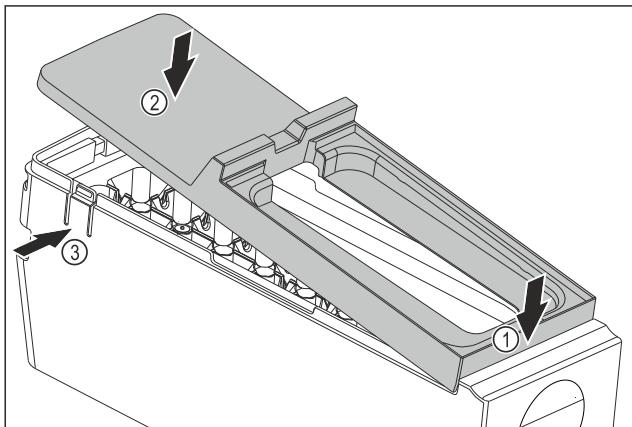

Fig. 109
- ▶ Встановіть кришку корпусу EasyTwist-Ice: Прикріпіть кришку спереду. Fig. 109 (1)
- ▶ Опустіть кришку ззаду. Fig. 109 (2)
- ▶ Кришка зі звуком фіксується в обох виступах Fig. 109 (3).